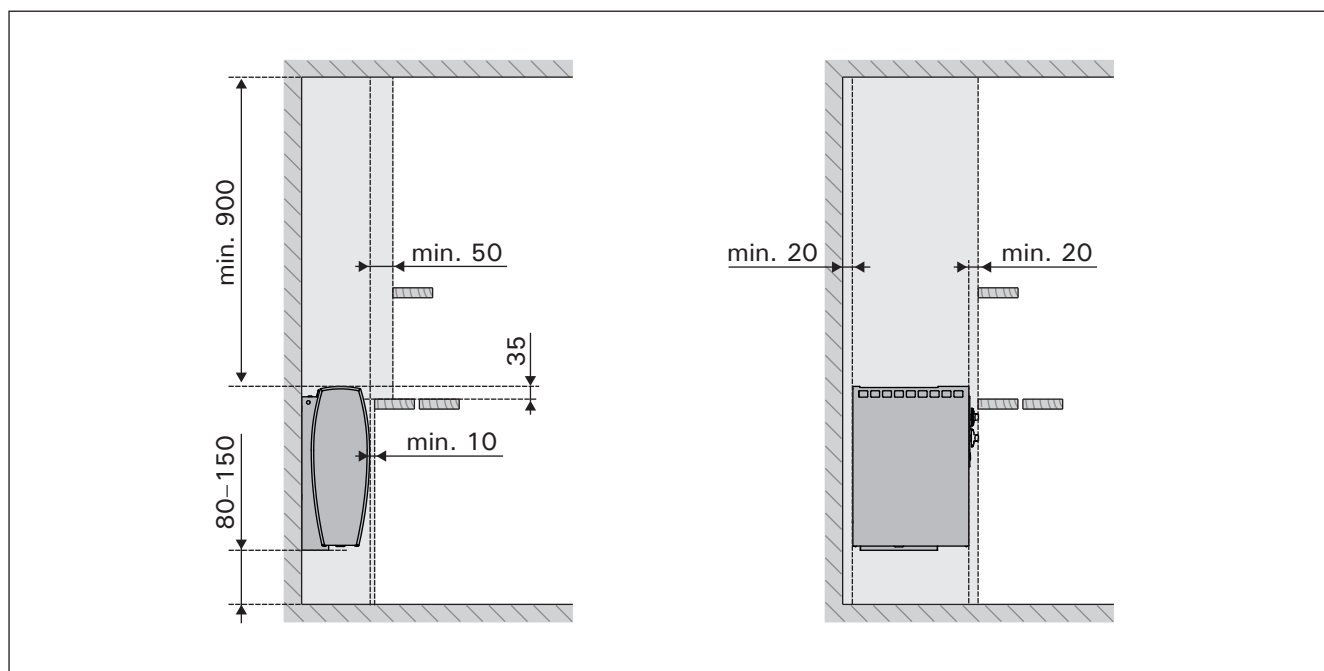

Рисунок 6. Расстояния безопасности (все размеры приведены в миллиметрах)
- При расположении каменки выполняются ли условия минимальных расстояний, изображенных на рис. 6 и указанных в таблице 2.